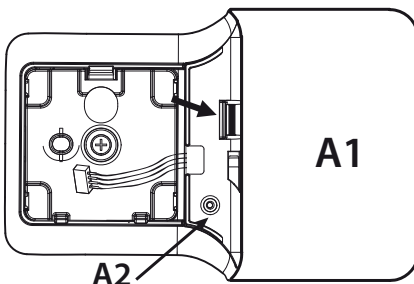
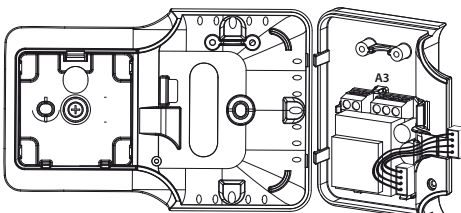

Fig. 3
Fig. 4
3. per smontare il coperchio A1, svitare la vite A2 e premere in corrispondenza del punto di aggancio (fig.3); accedere alla morsetteria A3 (fig. 4)
3. to remove cover A1, unscrew screw A2 and press the point of attachment (Fig. 3); access terminal block A3 (Fig. 4)